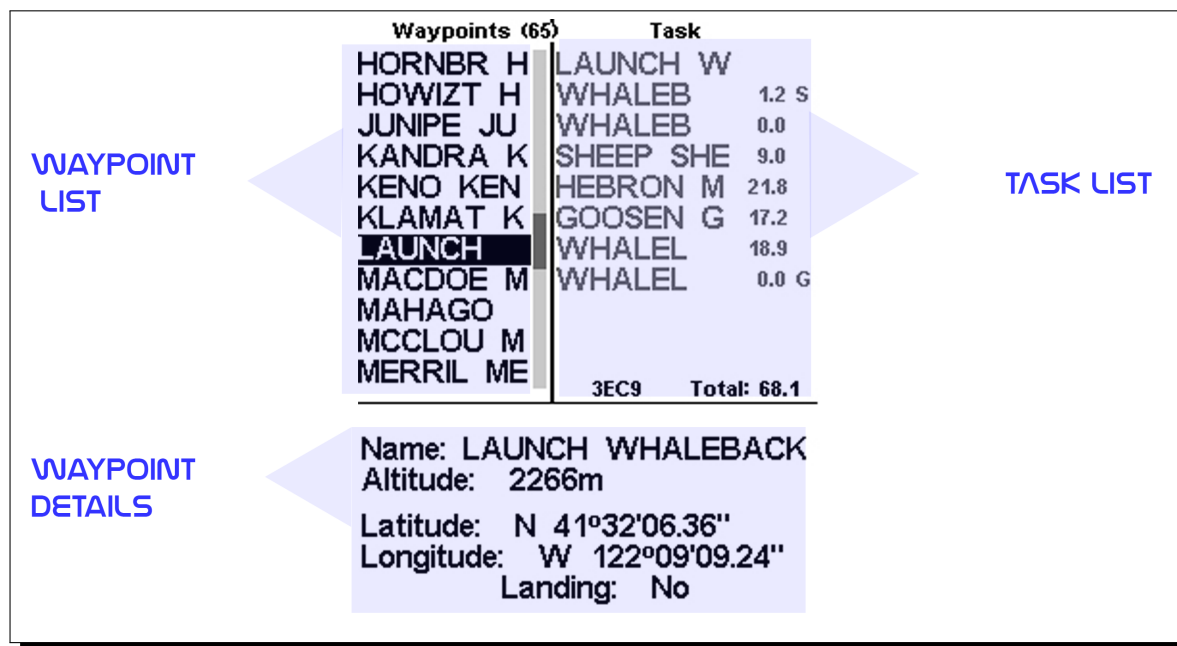
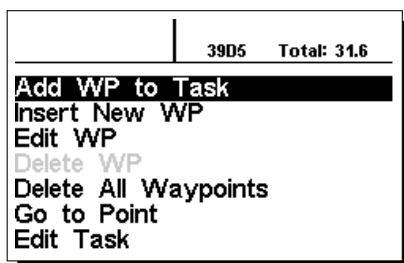

FIGURE 4.2 – Écran des balises et des Manche
FIGURE 4.3 – Menu d'actions pour les balises
La page des balises/Manche permet à l'utilisateur de gérer les balises (waypoints) et de définir une route/manche (task). Comme indiqué sur la Figure 4.2, la page est divisée en 3 zones, à savoir la liste des balises (WL), la liste des Manche (TK) et des détails/liste d'options de la balise sélectionnée (DO). La zone DO peut changer selon le sous-menu dans lequel vous vous trouvez. Elle peut afficher spécifiquement les données de la balise sélectionnée ou la liste d'actions possibles pour les balises. En entrant sur la page, la zone des balises est activée. En haut de la page, à côté du titre Waypoints se trouve le nombre total de balises sauvegardées dans l'appareil NAV SD1. La première balise de la liste est en surbrillance et des données correspondantes à cette balise s'affichent dans la zone DO. A mesure que le curseur se déplace sur une autre balise, les données changent pour correspondre à la nouvelle balise sélectionnée. Si la liste des balises est vide, une liste d'actions possibles s'affiche dans la zone DO. Puisqu'aucune balise n'existe, seulement l'action *Insert nouveau Balise* est disponible. En appuyant sur la touche ENTER quand une balise est sélectionnée, vous activez le menu d'action pour la balise (WAM). Une liste avec les actions disponibles est affichée dans la zone DO Figure 4.3.
Les options WAM disponibles apparaissent en noir, les autres en gris. Par exemple, dans la Figure 4.3, l'option *Delete WP* n'est pas disponible car la liste de balises est vide.